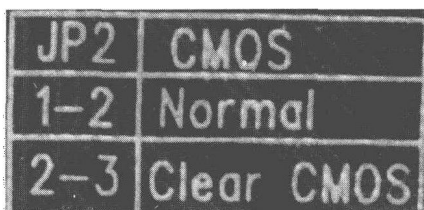

图 1-10 主板 CMOS 跳线说明
(4) CMOS 跳线：只有两针的 CMOS 跳线不用加跳线帽，若加了跳线帽为清零状态。三针的要根据主板 CMOS 跳线说明（如图 1-10 所示）把跳线帽装到正常模式（Normal）的排插上让 1、2 脚直接相连（如图 1-11 所示）。跳线安装不正常会造成不能开机、能开机不能关机等故障。